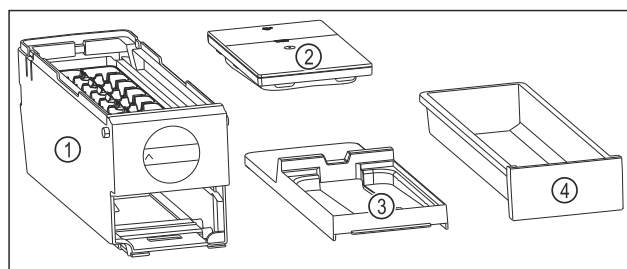

Fig. 84 Súčasti EasyTwist-Ice
- ▷ EasyTwist-Ice je rozložený na štyri časti. (pozri Fig. 84)
- ▶ Rozložte EasyTwist-Ice len na tie súčasti, ktoré sú na obrázku. (pozri Fig. 84)
- ▶ Korpus EasyTwist-Ice Fig. 84 (1) vyčistite ako celok.